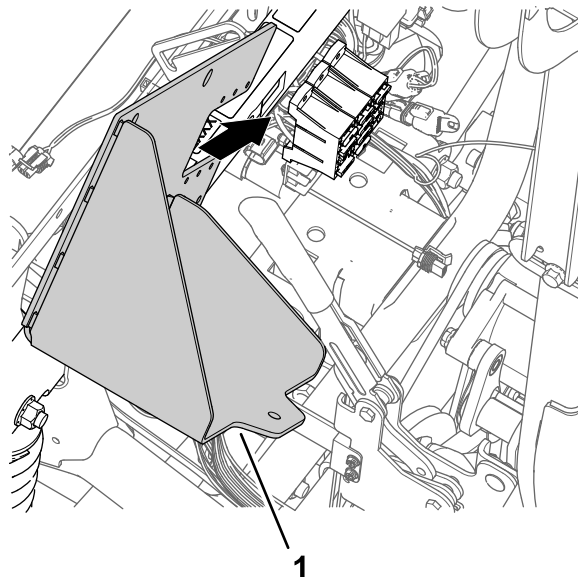

Figura 172
1. Allineate la staffa della nuova batteria al tubo di supporto dell'ammortizzatore della macchina e ai portafusibili (Figura 172).